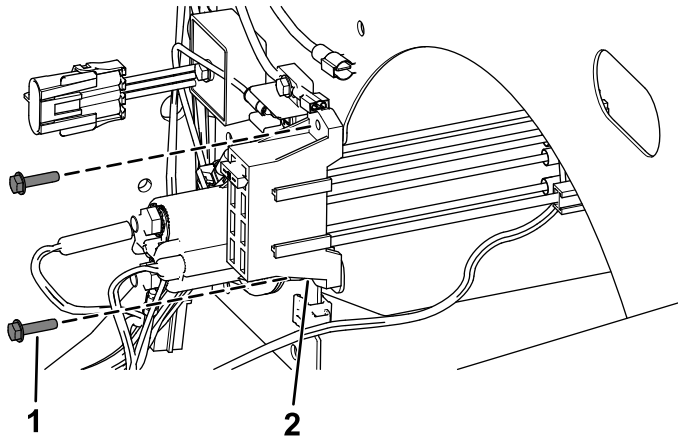

Figure 21
- **Modèles 2019 et suivants** : fixez le nouveau porte-fusibles en place avec les 2 vis autotaraudeuses, comme montré à la Figure 21.